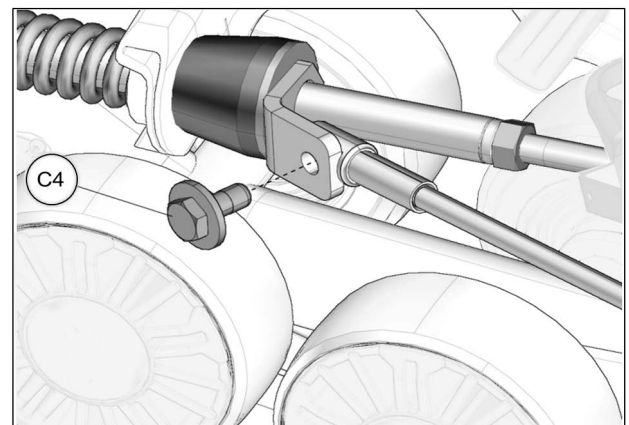

Fig. 32
22. Tourner légèrement le volant dans le sens contraire jusqu'à ce que le câble puisse être fixé à la plaque de support en utilisant le boulon (C4) fourni. Serrer à un couple de 35 Nm [24 lb•pi]. Voir la Fig. 32. Effectuer le même exercice du côté droit.